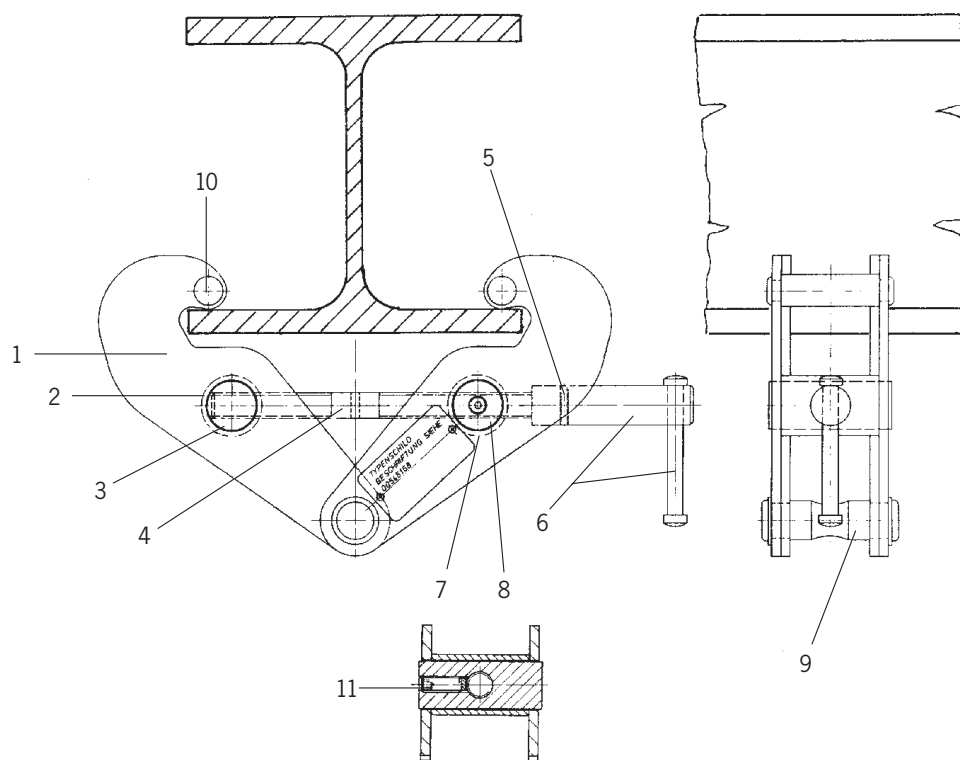

Fig. 5
- De klem kan tegen spontaan openen beveiligd worden. Door de inbusbout (Fig. 5) met een inbusleutel vast te draaien kan men de klem vergrendelen. Een aangebrachte koperschijf achter de inbusbout voorkomt beschadigingen aan de spindel.
- Al fine di assicurarsi che la pinza rimanga opportunamente serrata e che non sia possibile un' allentamento accidentale del perno, fissare il controdado montato sul perno filettato (Fig. 5). Uno strato di rame sul lato del controdado previene eventuali danneggiamenti dell'asse.